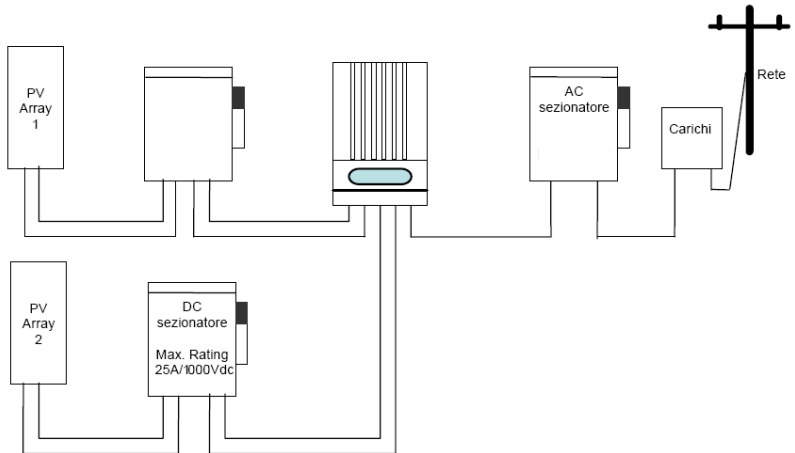

Fig.9 Verbindingsdiagram
**OPMERKING:** In overeenstemming met het typische montage schema (Zie Fig.9) op de output tak Ac, moet tussen AURORA en het distributienet een verdeel apparaat worden geplaatst, dat bestaat uit een magnetothermische automatische onderbreker. De eigenschappen van het verdeelapparaat of van de automatische onderbreker zijn 25 A en 440 V. Het apparaat kan tripolair zijn (als de inverter gebruik maakt van drielijnen lezing) of tetrapolair (als de inverter gebruikt maakt van vierlijnen lezing).